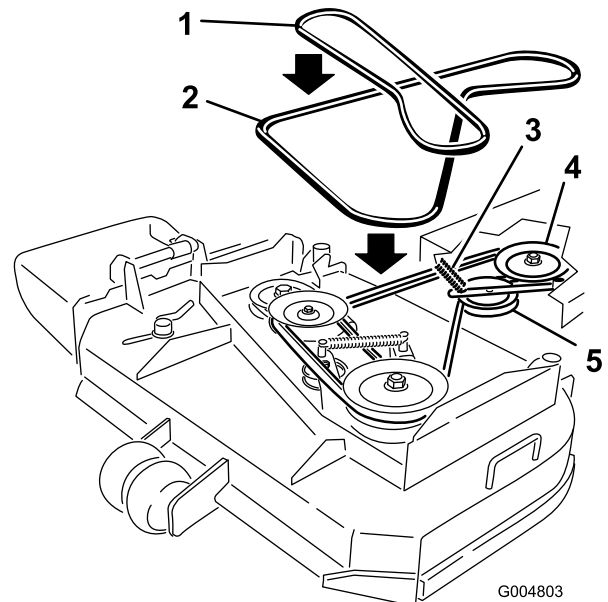

Bild 38
6. Rollen Sie den Riemen von der mittleren Spannscheibe am Mähwerk (Bild 38).
7. Nehmen Sie den Riemen von der Motorspannscheibe und der gefederten Spannscheibe ab (Bild 38).
8. Setzen Sie den neuen Riemen auf die Motorspannscheibe und die gefederte Spannscheibe auf (Bild 38).
9. Rollen Sie den Riemen auf die mittlere Spannscheibe am Mähwerk (Bild 38).